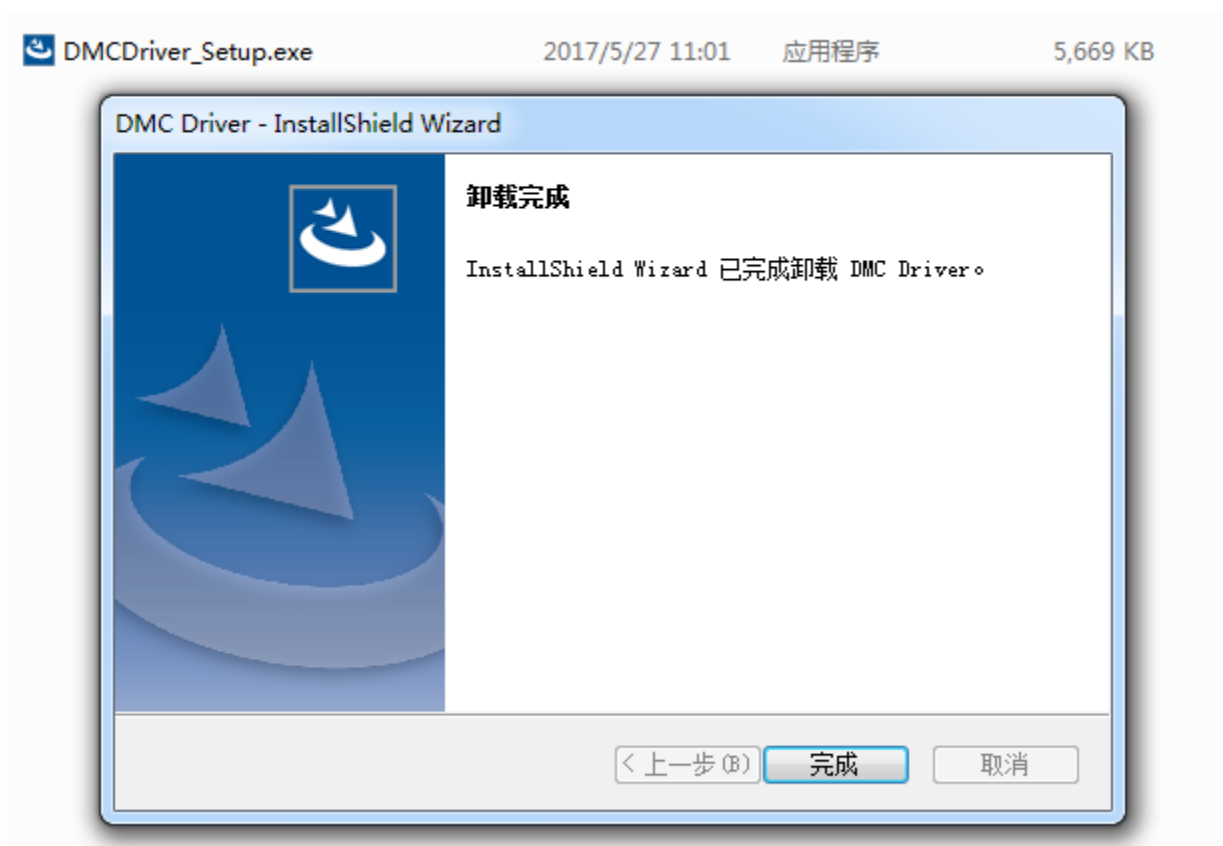

图 4.12 完成驱动程序的卸载
3、卸载完成后，显示界面如图 4.12 所示，点击“完成”，完成卸载。